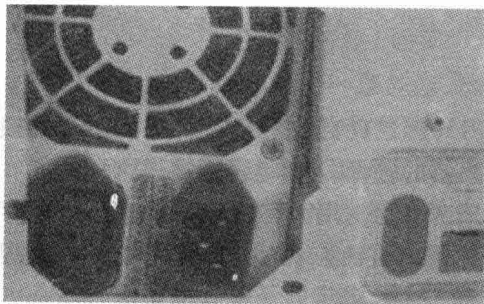
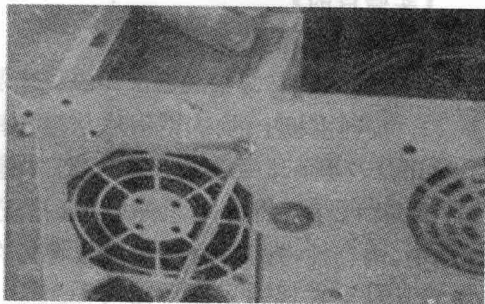

图 2-11
图 2-12
3. 机箱上的螺孔与电源的螺孔是一一对应的,如果放入的方向不正确,就没有办法上螺丝钉,按此方法确定好机箱的电源位置及方向,把电源装入机箱,如图 2-11 所示,并用所配的螺丝钉固定好电源。如图 2-12 所示。